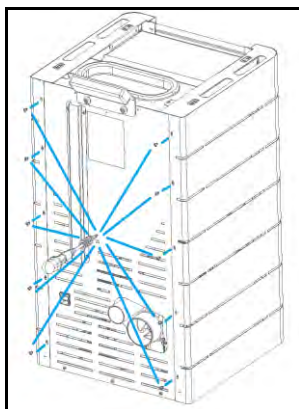

Figura 23 - Fixação envoltentes laterais
e) Apertar as laterais na parte posterior utilizando 10 parafusos do kit, tal como demonstra a Figura 23.